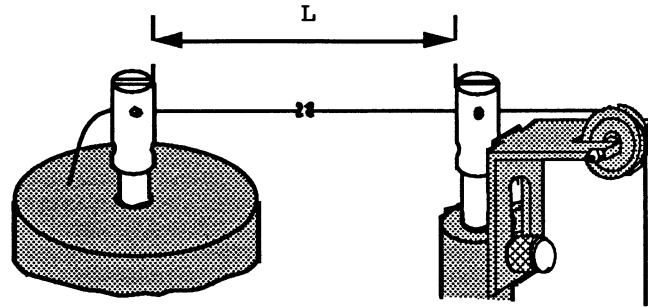

Figura 4a.-Detalles de la instalación.
- 5.- Mida la longitud L de la cuerda, mostrado en la figura 4a, utilizando el Indicador Móvil del Marco Básico.